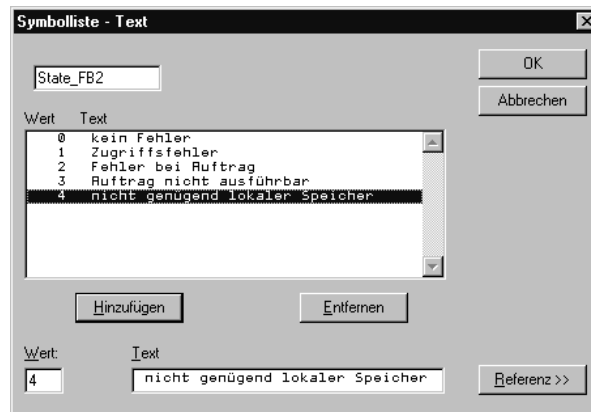

Bild 8-5 Dialog Symbolliste-Text
5. Im Dialogfeld **Wert** tragen Sie laut Tabelle 6-7 die Fehlernummer und im Dialogfeld **Text** den Fehlertext ein. Nach Betätigen des Buttons **Hinzufügen** wird der Eintrag in das Symbollistenfeld übernommen (siehe Bild 8-5).